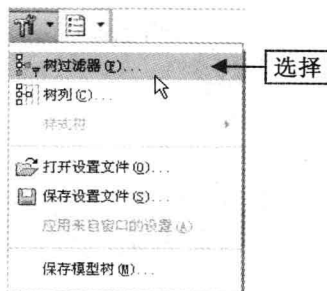

图 7-6 选择“树过滤器”选项
Step 02 在模型树中单击“设置”按钮,在弹出的下拉列表中选择“树过滤器”选项,如图 7-6 所示。